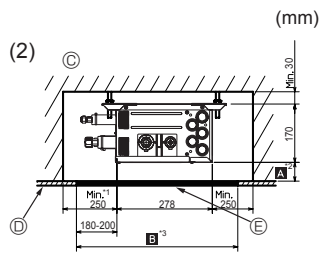
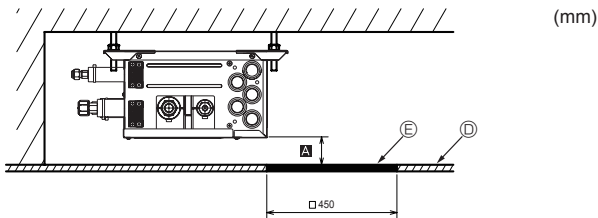
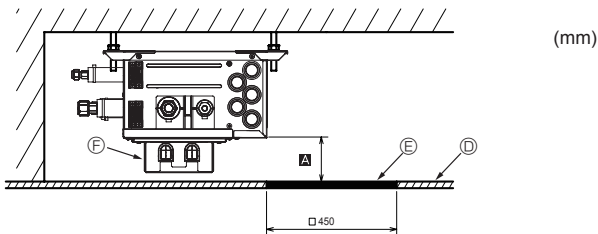

Fig. 4-7
Fig. 4-8
Fig. 4-9
(2) Seitenansicht (Fig. 4-7, Fig. 4-8, Fig. 4-9)
Zum Installieren des optionalen Reaktorkastens auf Min. 270 mm <Empfehlung> einstellen (Fig. 4-9). **A**
Bei "□ 450" bereiten Sie eine Wartungsöffnung an einer PCB-Seite vor (wie in Fig. 4-8, Fig. 4-9 gezeigt), und "Min. 300 mm" ist für den Abstand **A** erforderlich.